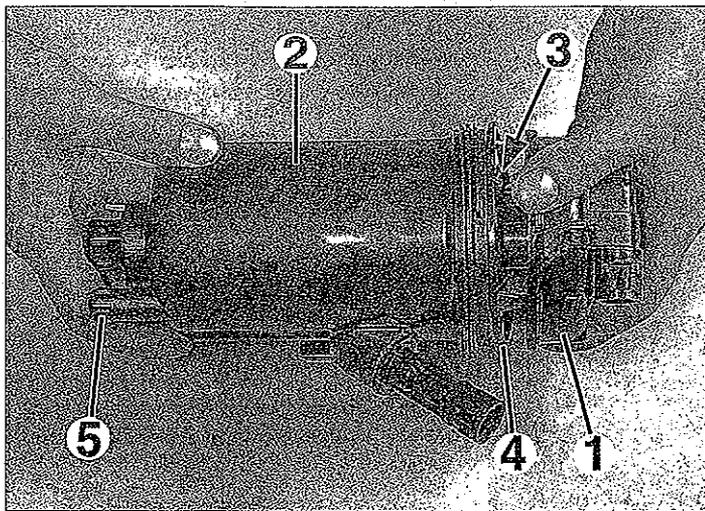

FIG. 23
- Limpiar la carcasa (1) y el interior de la cubeta (2) (fig. 23).
- Colocar el cartucho nuevo (3) en la carcasa.
- Abrir el tornillo de vaciado (5) del filtro (fig. 23).